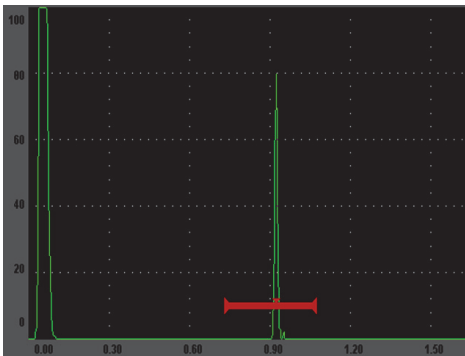

**Abbildung 7-3 Zeile Skalierung x-Achse**
2. Mit der Taste **[NEXT GROUP]** den Parameter **X-Axis Grid Mode** (Skalierung x-Achse) hervorheben (siehe Abbildung 7-3 auf Seite 126).